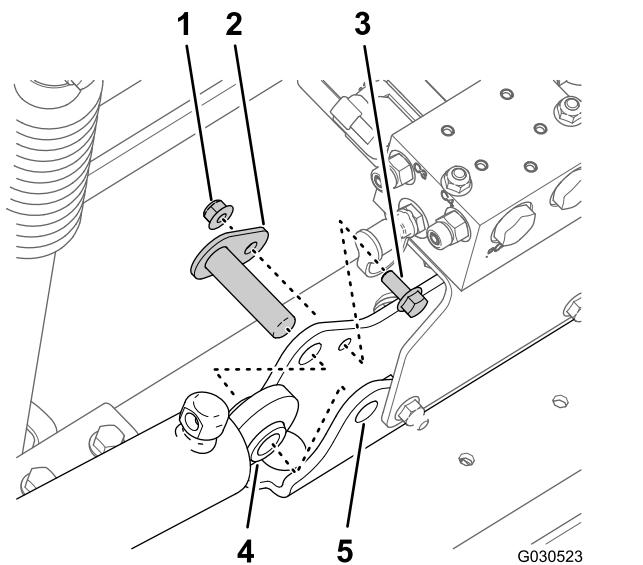

Bild 41
3. Entfernen Sie die Sicherungsbundmutter (5/16") und die Bundkopfschraube (5/16" x 3/4"), mit denen der Lagerbolzen an der Zylinderbefestigung befestigt ist (Bild 41).
- Nehmen Sie den Lagerbolzen und den Hubzylinder von der Maschine ab (Bild 41).